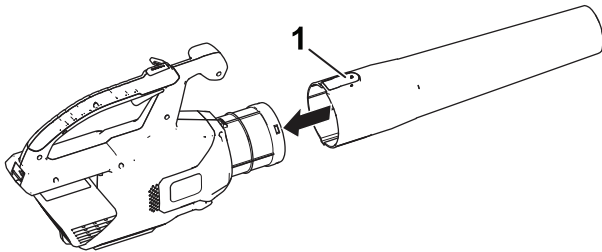

Bild 2
1. Setzen Sie das Laubbläserrohr in das Gehäuse des Laubbläser ein. Sie müssen die Nase für das Laubbläserrohr ggf. nach unten drücken, um es zu arretieren (Bild 2).